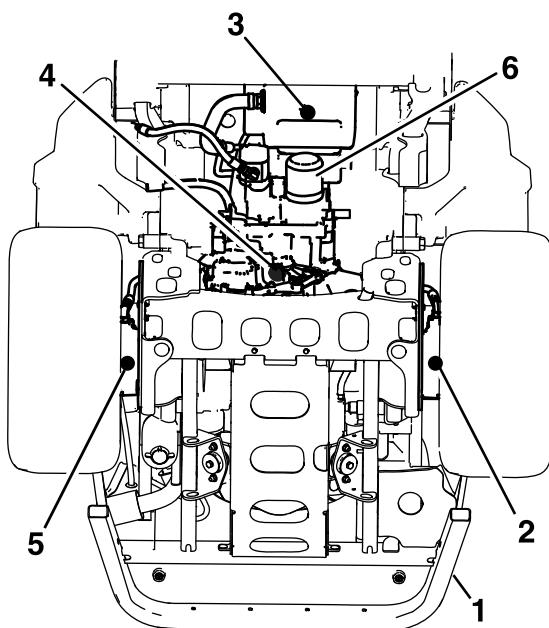

Figura 63
4. Coloque un recipiente de vaciado grande debajo del depósito de fluido hidráulico, el alojamiento de la transmisión y los motores de rueda izquierdo y derecho (Figura 63).
5. Retire los tapones de vaciado de cada zona y deje que se drene el fluido hidráulico (Figura 63).
6. Limpie la zona alrededor del filtro de fluido hidráulico y retire el filtro (Figura 63).